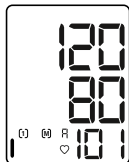

Fig. 1
- Depois de selecionar a memória do utilizador em questão, o visor apresenta primeiro o símbolo [1] ou [2] correspondente e um  $\bar{P}$ . O valor médio de todos os dados guardados na memória do utilizador em questão é apresentado (ver Fig. 1).